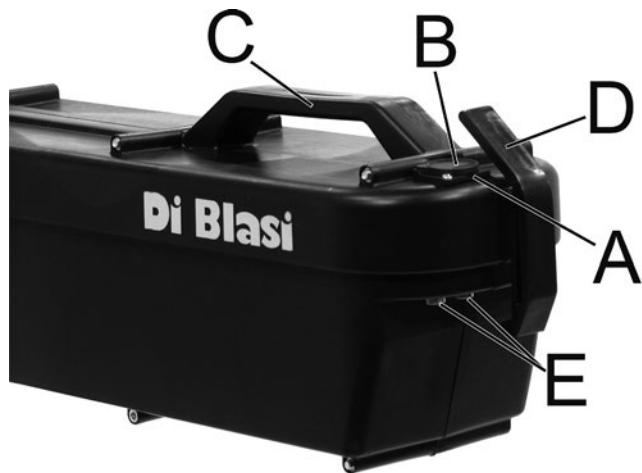
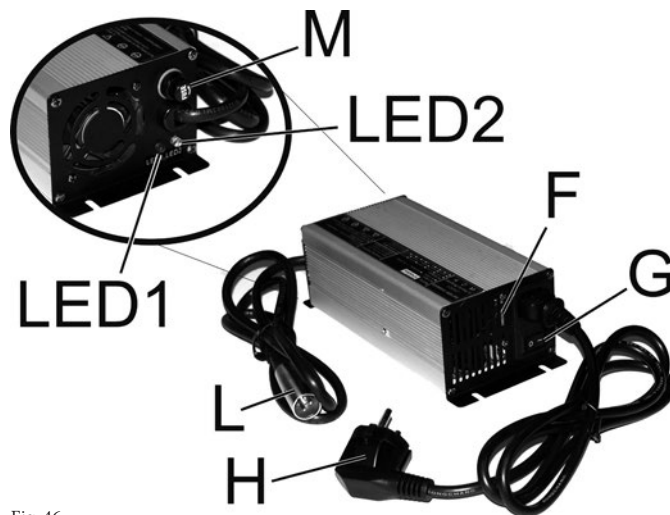

Fig. 44
Fig. 46
- Contenedor de la batería (Fig. 44)
- (A) Clavija para cargar
- (B) Tapón de la clavija para cargar
- (C) Asa
- (D) Palanca del gancho
- (E) Contactos del circuito de alimentación del motor
- Cargador de la batería (Fig. 46)
- (F) Conmutador de la tensión de alimentación 220 V o 110 V
- (G) Interruptor de alimentación (I - O)
- (H) Clavija de conexión a la red eléctrica
- (L) Toma de conexión a la batería
- (M) Fusible 10 A
#### 4.8.3 Per caricare la batteria (fig. 44+46)
#### 4.8.3 Charging of the battery (fig. 44+46)